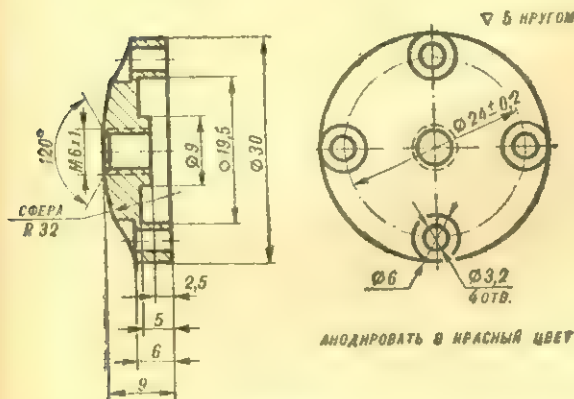

РИС. 4. ГОЛОВКА.
**Головка** (рис. 4) выточена из алюминиевого сплава Д1Т и анодирована в красный цвет.